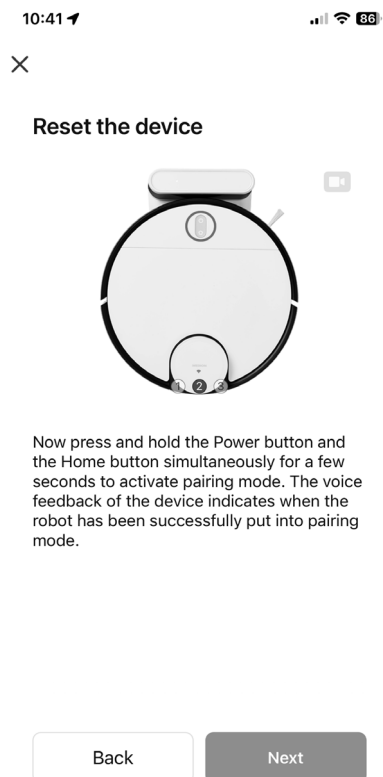

Fig. 4
- ▶ Maintenez simultanément les touches Marche/arrêt ►|| et Home 🏠 enfoncées pendant quelques secondes pour passer l'aspirateur robot sur le mode de couplage (voir fig. 4).